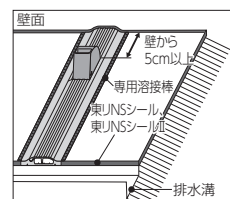

図3
⑥ ホース固定材の取付け
① NSパス蓋付上で、壁から5cm以上離れた場所かつ歩行の妨げとならない場所をNSパス用ホース固定材の取付け位置とし、その場所の油、水分、埃等を除去してください。（図3）